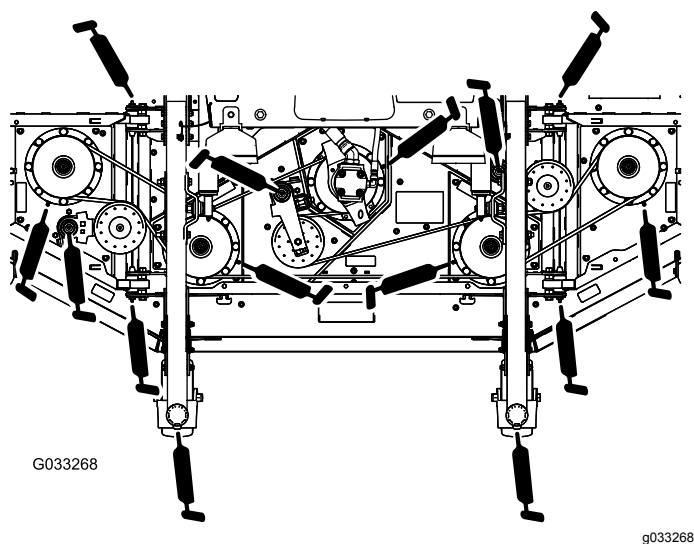

Рисунок 80
- Втулки валов вилок поворотных колес (2 шт.) (Рисунок 80)
- Подшипники шпинделей (5 шт.) (расположенные в корпусе шпинделей), как показано на Рисунок 80
- Втулки шарниров рычагов натяжных роликов (3 шт.) (расположенные на осях шарниров натяжных роликов), как показано на Рисунок 80
- Втулки крыльев передней дека (4 шт.) (расположенные на осях шарниров крыльев), как показано на Рисунок 80